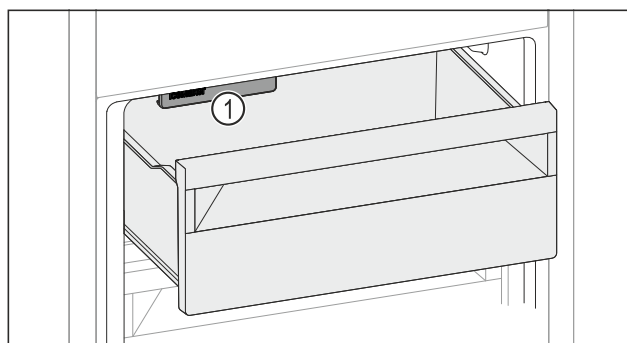

Fig. 235
- ▶ Uwzględnić IceMaker Fig. 235 (1).